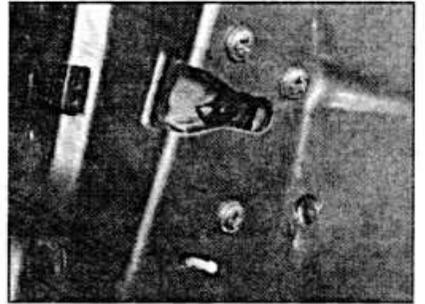

Рис. 11.31. Расположение винтов крепления замка двери.
- Отвинтите 3 винта крепления замка двери (см. рис. 11.31).